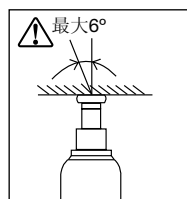

図4 - 荷物の傾き
- 警告: 持ち上げ中は、荷物の傾き角度が6度を超えないようにしてください。図4を参照してください。